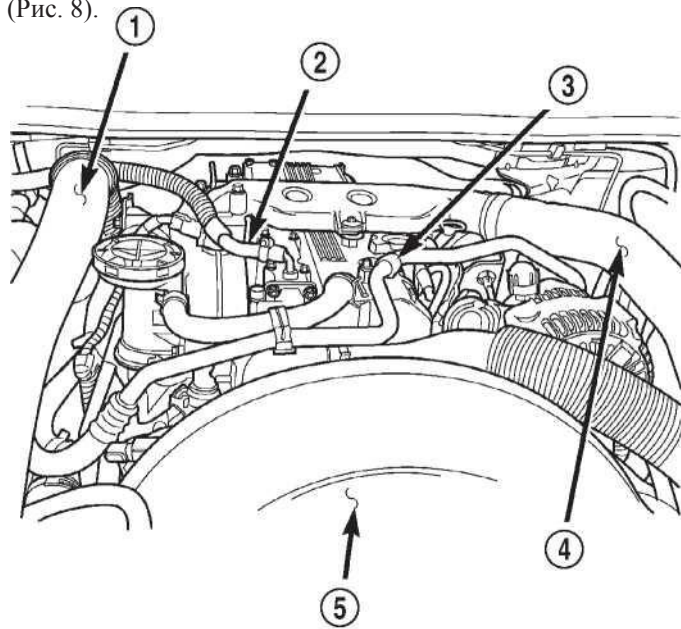

Рис. 8 Шланги промежуточного охладителя
(21) Демонтируйте ручной охлаждающий вентилятор и позвольте комплекту в кожухе вентилятора.
(22) Удалите входное отверстие промежуточного охладителя и шланги выхода от транспортного средства (Рис. 8).